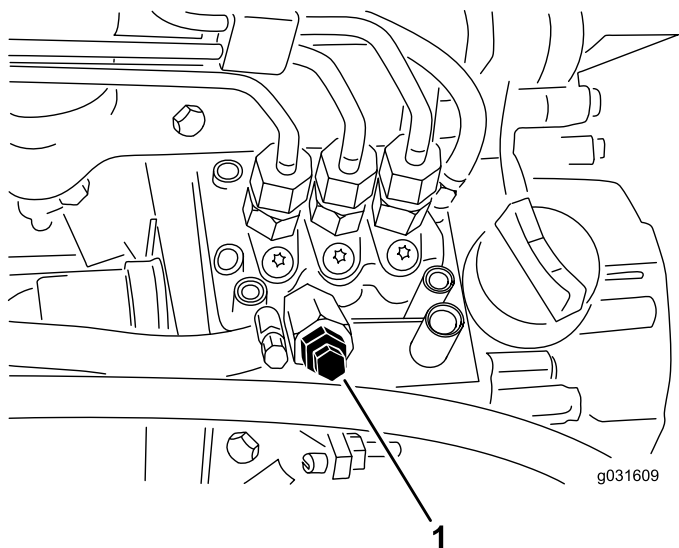

Figura 54
- Aperte la vite di spurgo dell'aria, situata sulla pompa di iniezione del carburante (Figura 54).